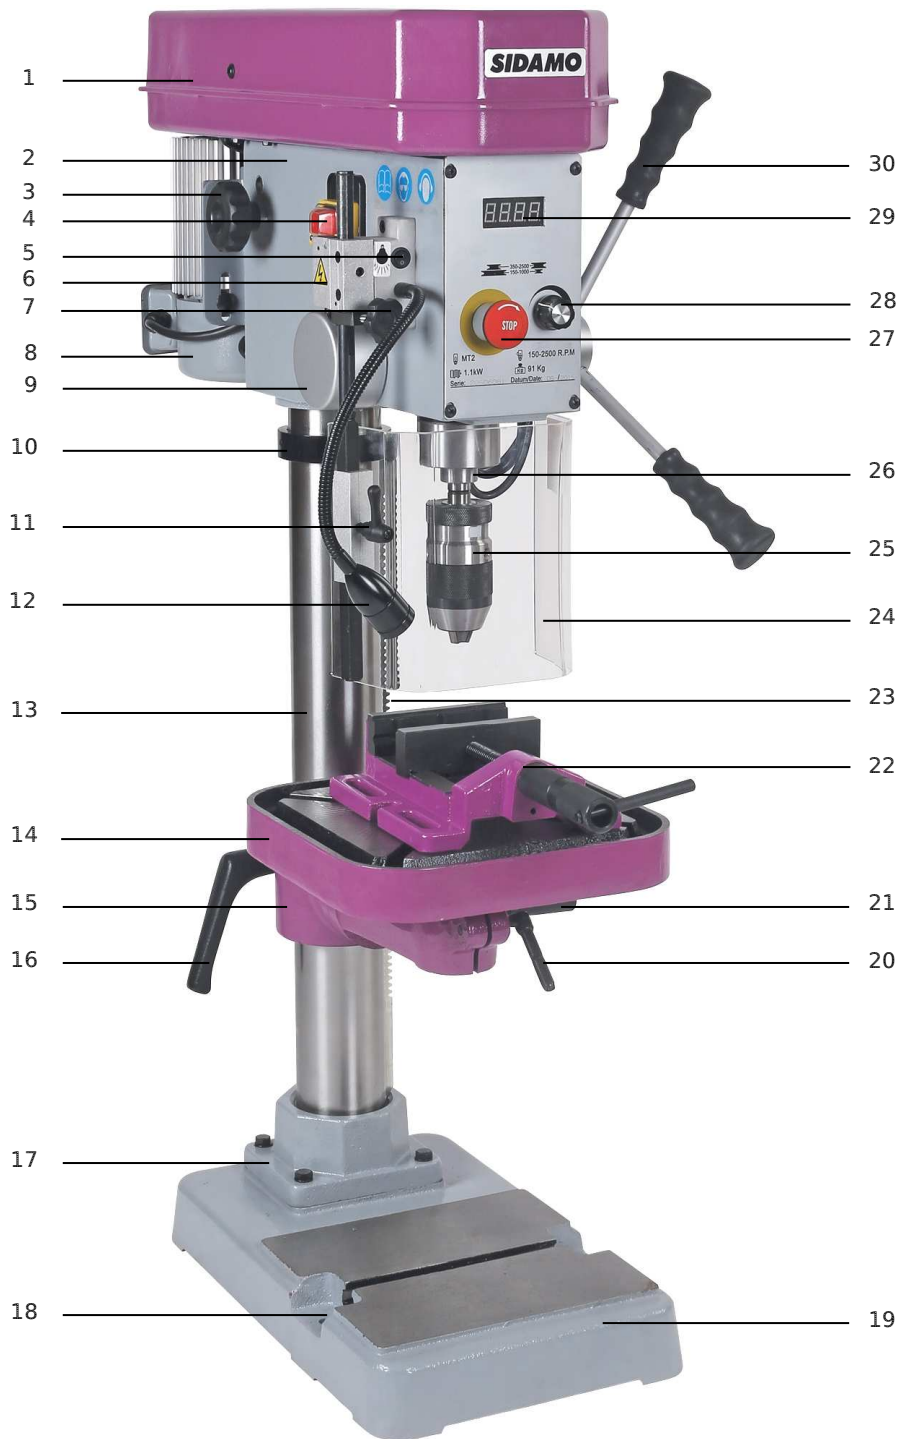

Figure 1
Positionner la machine, à l'aide de plusieurs personnes, sur un socle ou sur un établi fixé au sol qui est suffisamment plat et non glissant, de sorte que le socle ou l'établi ait une position la plus stable possible. Utiliser un socle ou un établi de capacité suffisante. S'assurer que la surface du sol est nivelée et lisse. Prévoir des trous de fixation en correspondance des points de fixation scellement base (18 fig.1) et procéder à la fixation. Fixer la machine sur un socle ou un établi au moyen de rondelles, d'écrous et de boulons de fixation appropriés, de sorte qu'elle ait une position la plus stable possible.
13. Serrer la poignée de blocage de table (20 fig.1).
21. Installer la poignée avec la vis (9 fig.2) sur le capot-poulies (1 fig.1) (desserrer préalablement la vis de sécurité d'ouverture capot-poulies).
23. Serrer la poignée de blocage de déplacement de l'écran de protection mandrin (11 fig.1).
24. Glisser l'ensemble complet de l'écran de protection mandrin dans son support situé sur le côté gauche de la tête de perceuse (6 fig.1).
25. Mettre le circlips (E) pour éviter que l'axe ne sorte de son support.
26. Positionner l'axe et serrer la poignée (7 fig.1).